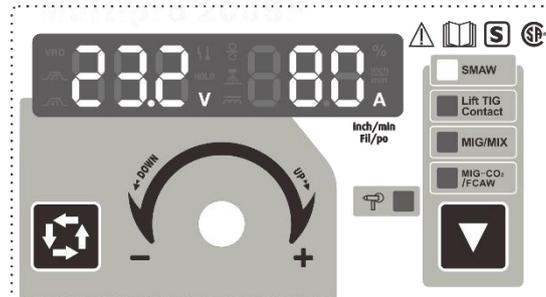

Figure 13 : mode SMAW
④ Trois secondes après le réglage des paramètres de soudage, le **panneau d'affichage multifonctionnel** clignotera une fois, ce qui signifie que les données ont été enregistrées. De plus, les réglages sont conservés lors de la mise hors tension de l'appareil et affichées lors du démarrage subséquent.
⑤ La **figure 13** montre les données qu'affiche l'appareil durant une opération de soudage. La tension et le courant de soudage sont respectivement de 23.2V et 80A. L'appareil retrouvera ses réglages de courant de soudage par défaut après 5 secondes d'inactivité.